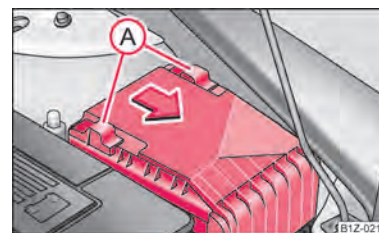

Fig. 177 Capacul cutiei de siguranțe din compartimentul motorului
- Deplasați mânerul de siguranță (A) ⇒ fig. 177 până la limită, în spatele mânerului de siguranță apare simbolul ⚠; scoateți capacul.